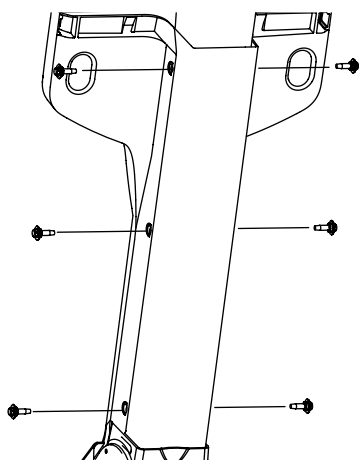

Figura 2-7
- Asegure la consola en su lugar con los seis tornillos con reborde. Consulte la Figura 2-7. Ajuste los tornillos con reborde a 60 in/lb (+/- 20 %).